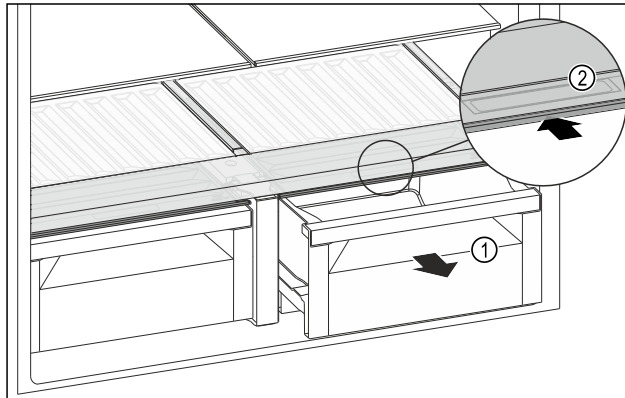

Fig. 133
- ▶ Vytiahnite zásuvku Fig. 133 (1).
- ▶ Uchopte priehľbinu na rukoväť Fig. 133 (2) na veko zásuvky a súčasne tlačte veko zásuvky dozadu.